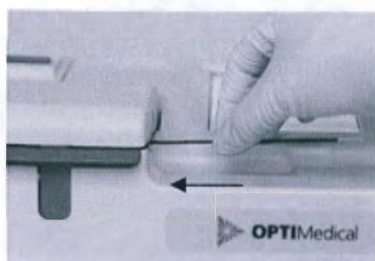

Рис.5-21 Присоедините капилляр
- При использовании капиллярных трубок снимите адаптер красного шприца и плотно вставьте трубку в отверстие для заливки (Рис. 5-21).